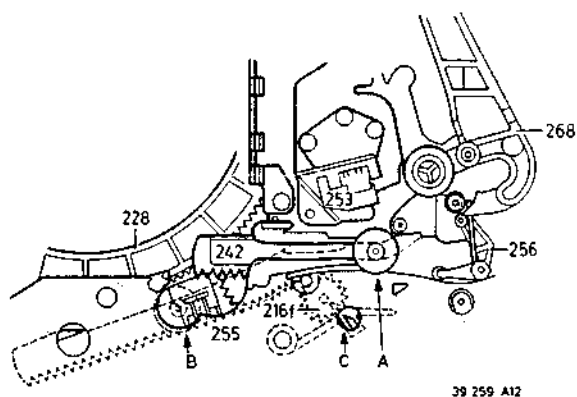
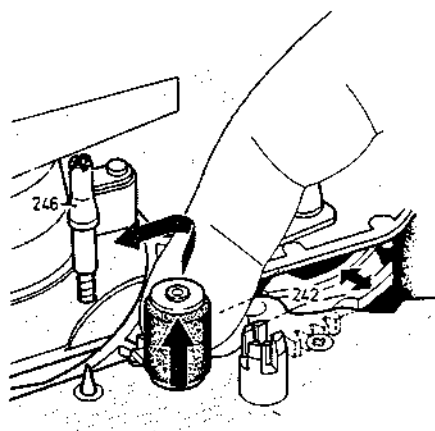
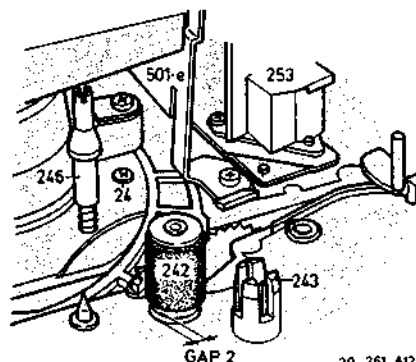

Fig. 3-1-13
Fig. 3-1-14
Fig. 3-1-16
- Rijk in tot de aandrukrol in positie A staat (Fig. 3-1-13).
- Door het gat in de bovenplaat de hefboom C (Fig. 3-1-13) naar voren schuiven totdat het tandwiel pos. 216f naar beneden valt.
- Aandrukrol naar links in positie B schuiven (Fig. 3-1-13). Onder de flens inhaken en verder tot aan de aanslag schuiven (Fig. 3-1-14).
- Aandrukrol vlug naar achter en voorts naar links schuiven, daarbij linker schuif optillen totdat de aandrukrol voorbij het lipje is (Fig. 3-1-14).
- Tandwiel met pincet optillen, als de aandrukrol weer in positie A is (Fig. 3-1-13) (daarbij de aandrukrol een beetje bewegen). Ook kan men van de onderkant door een gat in het chassis tandwiel 216f omhoog drukken. Controleer de juiste positie van de aandrukrol t.o.v. de inrijging.
- Rijk in tot de aandrukrol positie B (Fig. 3-1-13) bereikt. De aandrukrol moet in de eindstand B een beetje speling hebben. GAP 2 (Fig. 3-1-16).
- De aandrukrol bevindt zich met speling in positie B (Fig. 3-1-13) en het zwenkwiel kan met speling in de eindstand worden bewogen.